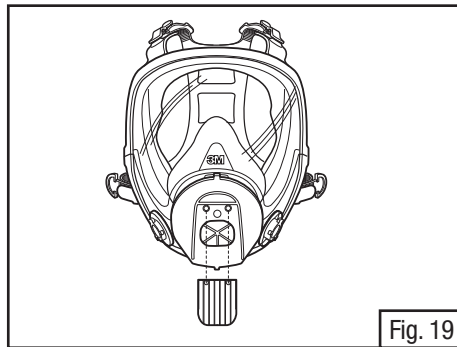

Fig. 19
4. Placer la soupape d'exhalation de rechange neuve dans l'orifice d'exhalation en y insérant les tiges et en la tirant du côté opposé jusqu'à ce que les deux tiges s'enclenchent (Fig. 19 et 20).